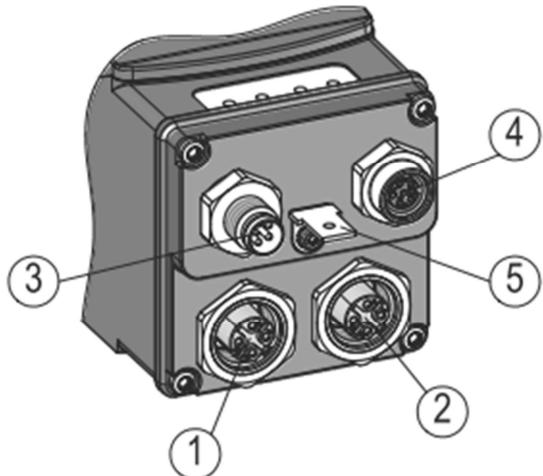

図 2 : コネクタ配置
### イーサネットのピン配置（図 2 参照）
### 電源電圧のピン配置（図 2 参照）
またアース端子⑤をアース接続してください。（図 2 参照）